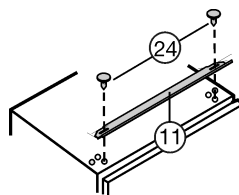

Fig. 20
- Fixer le cache de compensation Fig. 20 (11) en le vissant sur les trous longitudinaux au-dessus de l'appareil.
- ▶ Pousser le cache de compensation Fig. 20 (11) jusqu'à la butée vers le côté poignée.